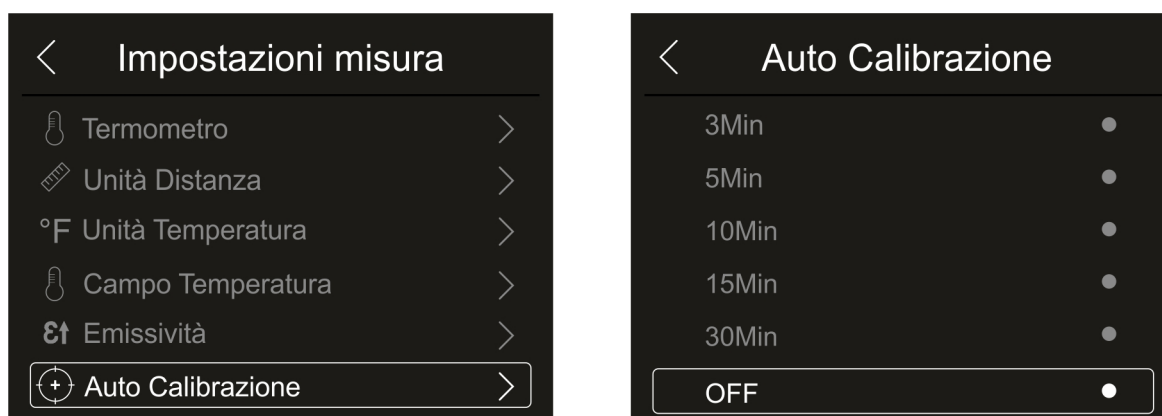

Fig. 29: Menu impostazione intervallo di auto calibrazione interna
1. Toccare la voce “Auto Calibrazione” per eseguire l'impostazione del tempo di auto calibrazione interna. La Fig. 29 – parte destra è mostrata